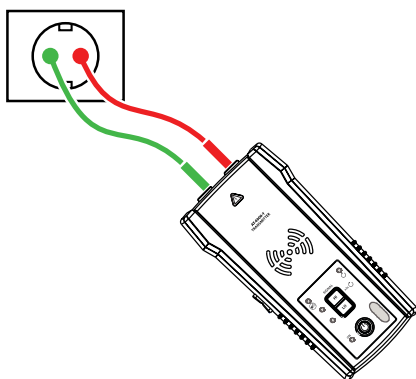

Figura 3.2a
3. Ligue os cabos de teste vermelho e verde aos cabos de corrente/fase e neutro da mesma tomada ou cabo (ver Figura 3.2a).